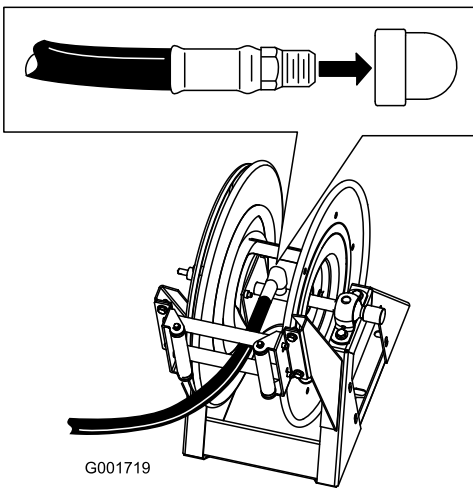

Figura 56
1. Envuelva con cinta teflón las roscas del acoplamiento de la manguera larga e instale el acoplamiento en el tubo conector del carrete (Figura 56).